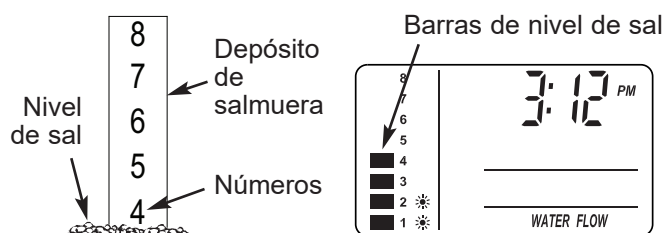

FIG. 25
2. La escala de nivel de sal, en el depósito de salmuera dentro del tanque, tiene los números 0 a 8 (vea la Fig. 25). Fíjese en el número más alto en el que esté nivelada la sal, o al que esté más próxima.
3. Presione el botón SET SALT LEVEL (Fijar el nivel de sal) tantas veces como sea necesario para que las barras de nivel de sal (vea la Fig. 25) coincidan con el número de la depósito de salmuera. En el nivel 2 o inferior, destellará la luz "Low Salt" (Bajo nivel de sal).